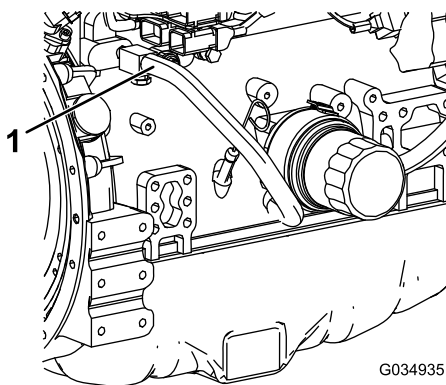

Figure 123
- Débranchez le flexible de liquide de refroidissement du refroidisseur d'huile moteur (Figure 123).